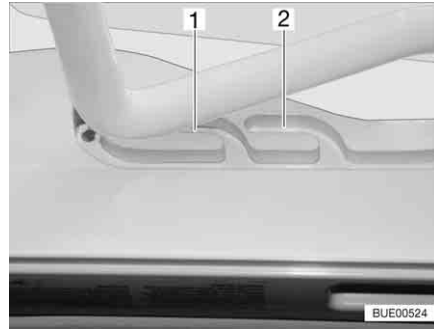
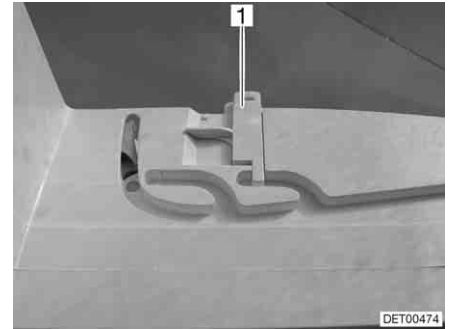

Bild 91 Heki-Dachhaube in Lüftungsstellung
Bild 92 Verriegelung Lüftungsstellung
Die Heki-Dachhaube kann in zwei Lüftungsstellungen gebracht werden: Schlechtwetterstellung (Bild 91,1) und Mittelstellung (Bild 91,2). Je nach Modell kann die Dachhaube in der Mittelstellung mit dem Riegel (Bild 92,1) verriegelt werden.
- Den Bügel leicht nach oben drücken und in die gewählte Führung (Bild 91,1 oder 2) schieben und ggf. verriegeln.